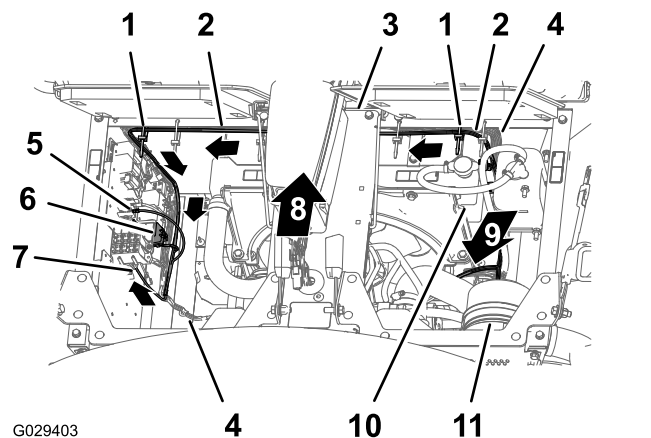

Figura 12
- Inserite la diramazione del vano motore da 197 cm del cablaggio preassemblato verso il basso lungo il lato sinistro del radiatore e attraverso la parte inferiore del quadro elettrico (Figura 12).
- Fissate il cablaggio preassemblato per il kit di finitura al cablaggio preassemblato della macchina con 2 fascette per cavi, come illustrato nella Figura 12.